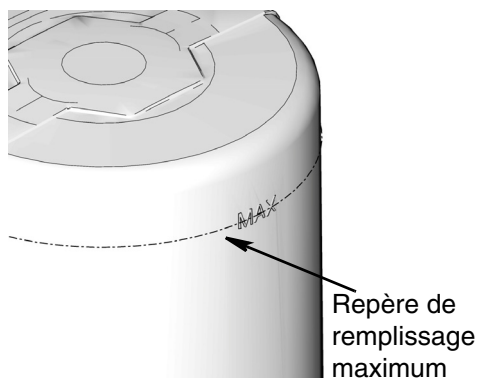

FIG. 23
- Ne pas trop remplir (FIG. 23).